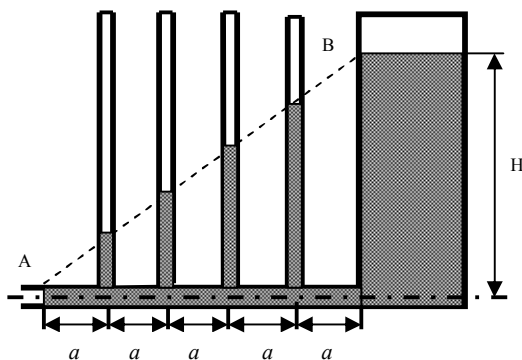

Рис. 18
39. На (рис. 18) схематически изображена установка, демонстрирующая течение вязкой жидкости по горизонтальной трубе. Манометрические трубки впаяны в трубу на равных расстояниях $a=10$ см. Высота уровня жидкости в широком сосуде $H=26$ см. Прямая АВ, проведённая через уровни жидкости в манометрических трубках, образует с горизонтальной трубой угол $\alpha=30^\circ$. Определите скорость вытекания жидкости.